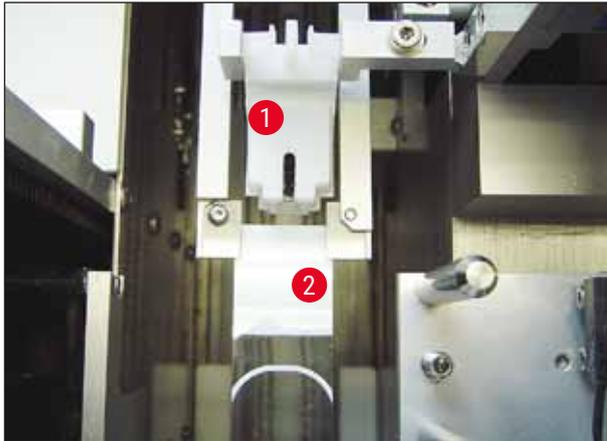

Рис. 24
1. В завершение проверьте, чтобы захват (→ Рис. 24-1) не сталкивался с очистителем иглы дозатора (→ Рис. 24) во время перемещения иглы или выходящего предметного стекла (→ Рис. 24-2).